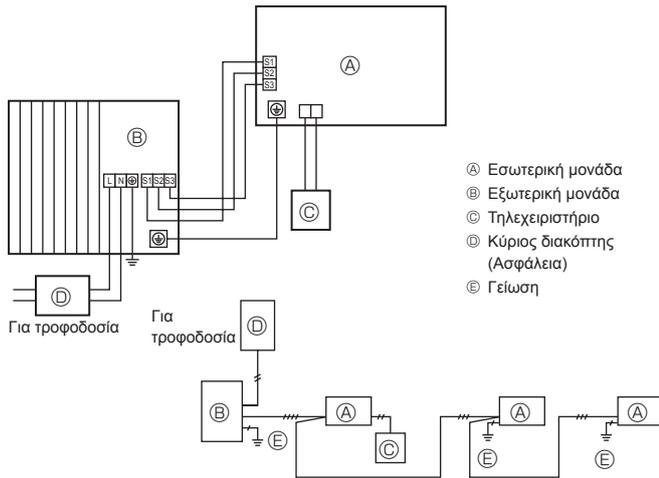
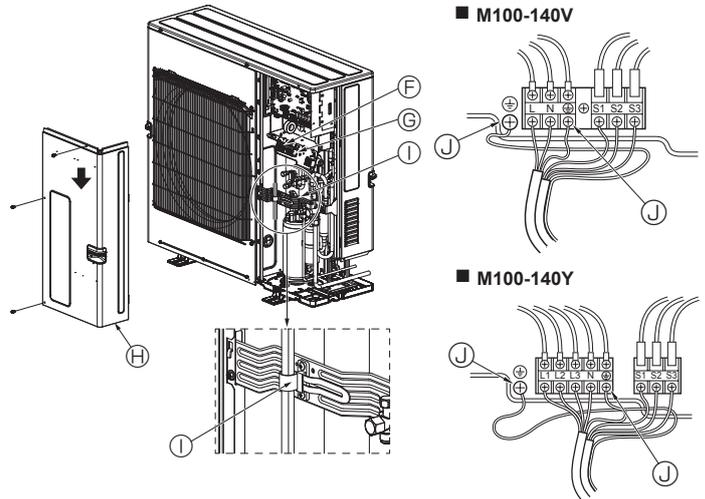

Fig. 6-1
Fig. 6-2
6.1. Εξωτερική μονάδα (Fig. 6-1, Fig. 6-2)
- ① Αφαιρέστε το πλαίσιο συντήρησης.
- ② Συνδέστε τα καλώδια που αναφέρονται στην Fig. 6-1 και στην Fig. 6-2.